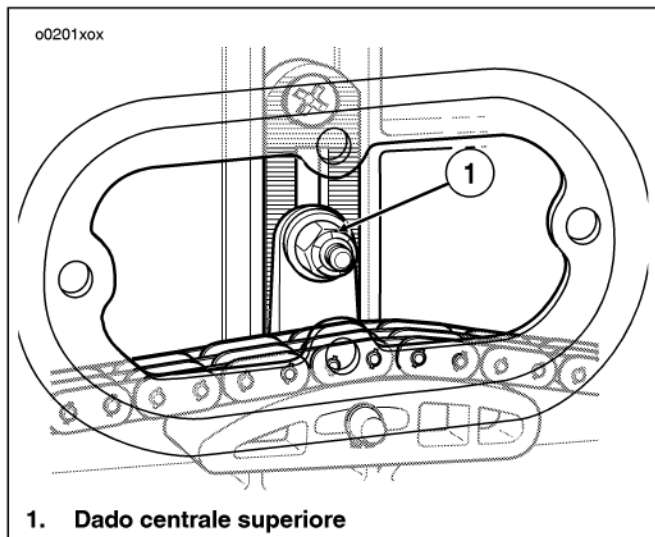

Figura 58. Gruppo del tenditore della catena
- a. Vedere la Figura 58. Individuare il gruppo tenditore della catena e allentare di massimo due giri il dado che si trova in alto al centro.